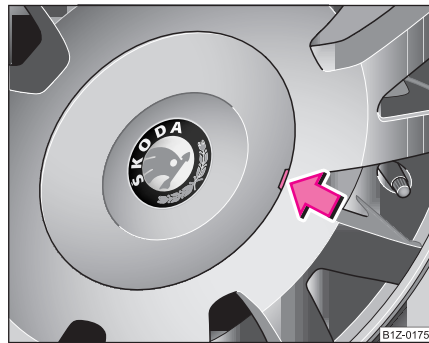

Fig. 203 Retirar el embellecedor de rueda en ruedas de aleación ligera
- Saque el embellecedor de rueda apalancando con cuidado mediante un gancho extractor ⇒ fig. 203. ■